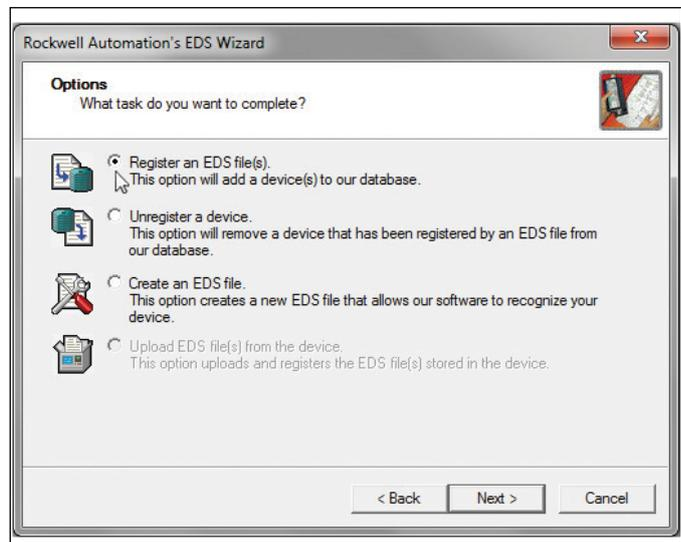

Abb. 89: „Register an EDS file“ auswählen
4. Wählen Sie im folgenden Fenster den Eintrag „Register an EDS file(s)“ aus und klicken Sie die Schaltfläche „Next >“ (Abb. 89)